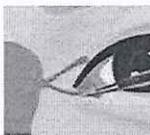

Figura 3.
- 2- Una vez que el cable esté totalmente dentro del ocluser, deslice cuidadosamente el insertador hacia arriba y hacia fuera del soporte del ocluser. (véase Figura 3)